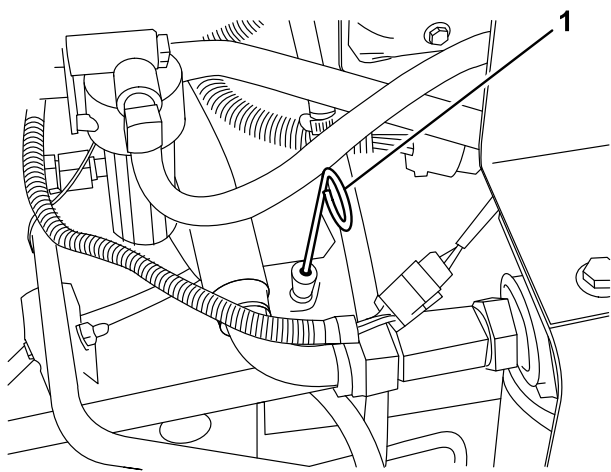

図 29
2. ディップスティック (図 29) を抜き、ウェスで拭いてもう一度差し込む。再び引き抜いて油量を点検する。FULL 位置まであればよい。